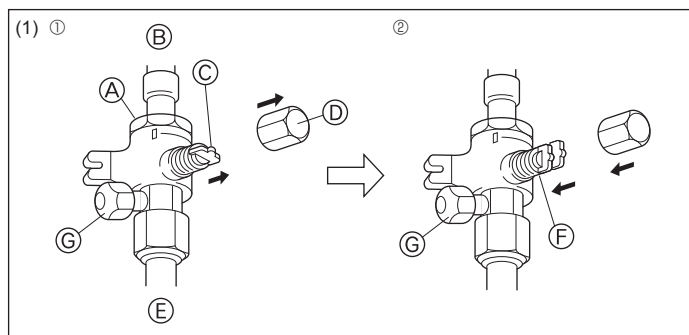
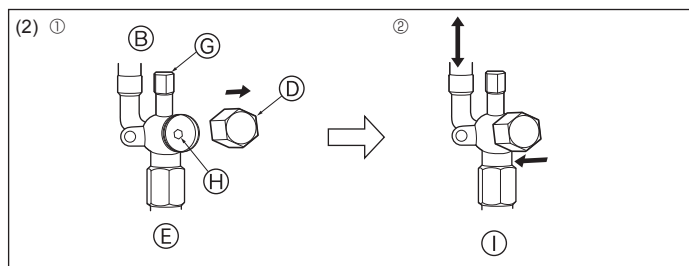

Fig. 4-12
Fig. 4-13
(1) Gaszijde (Fig. 4-12)
① Verwijder de dop, trek het handvat naar u toe en draai dit een kwartslag tegen de klok in om de kraan te openen.
② Let erop dat de afsluitkraan geheel open is, druk de hendel in en draai de kap terug naar de oorspronkelijke stand.
(2) Vloeistofzijde (Fig. 4-13)
① Verwijder de kap en draai de kraanstang zo ver mogelijk tegen de klok in met behulp van een 4mm-inbussleutel. Stop met draaien wanneer de nok wordt bereikt. (ø6,35: Circa 4,5 giri) (ø9,52: Circa 10 giri)